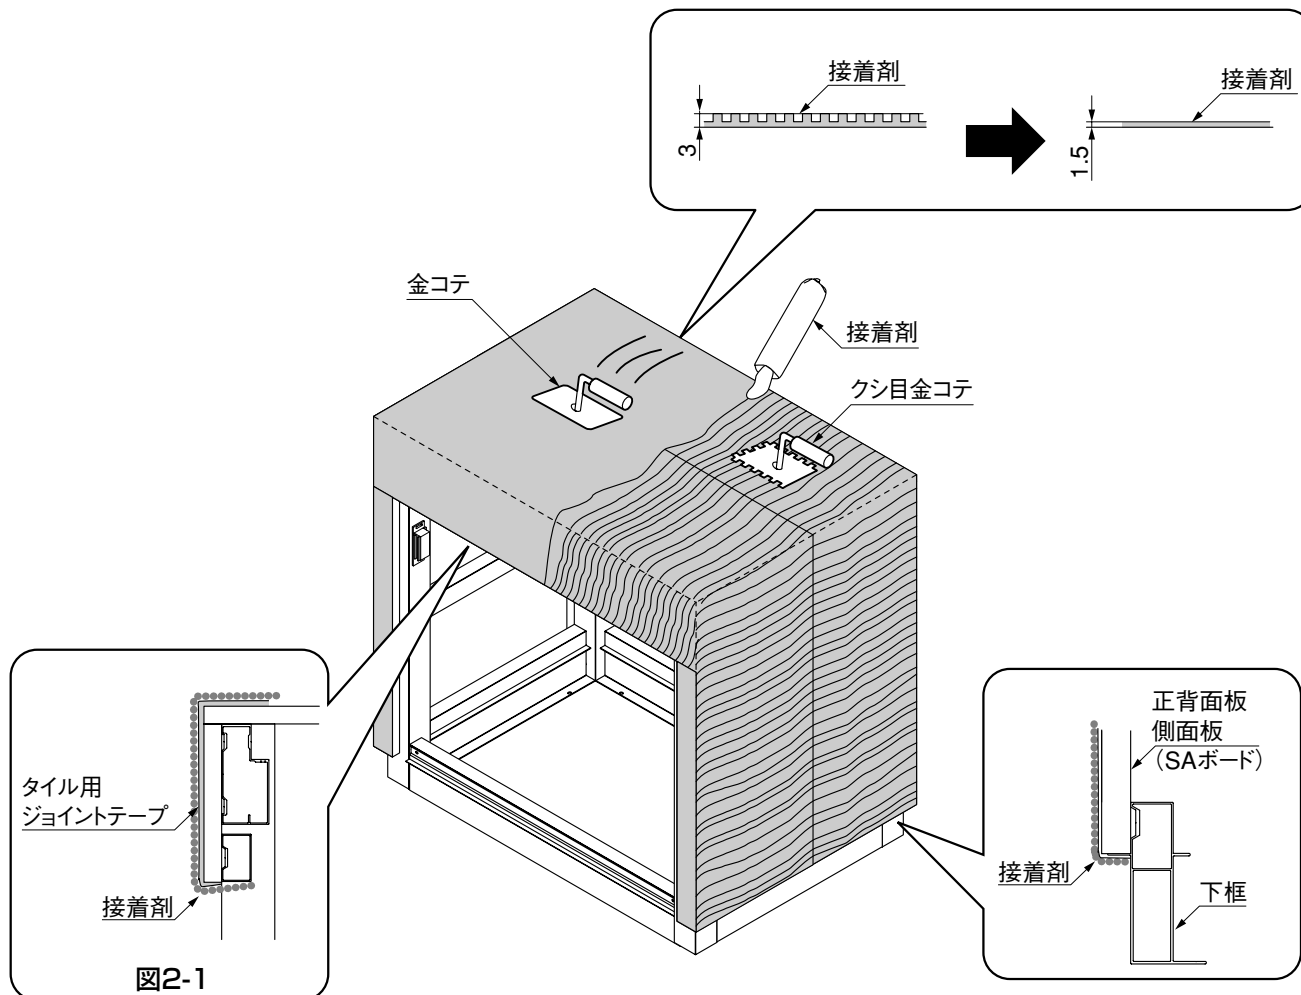

図2-1
- ① 接着剤を下地によくなじませるように塗付けてください。
- ② 市販の5mmクシ目金コテを使用して山部の高さが3mm程度になるようにしてください。
- ③ ②でクシ目をたたえた部分を金コテで押さえて塗り厚が1.5mm程度になるように平滑に仕上げてください。
- ④ 図2-1を参照して、タイル用ジョイントテープ貼付け面と各部材の境界面を接着剤で覆ってください。